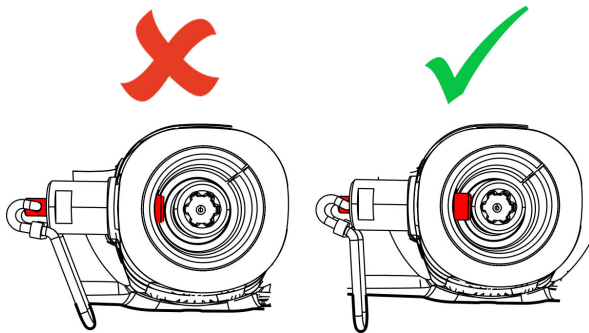

Abb. 44: Verriegelungshebel korrekt eingerastet
⇒ Der Bolzen (Abb. 44) rastet ein.
**4.** ▶ Anbaugerät oder die Maschine bewegen, bis der Bolzen (Abb. 44) sichtbar einrastet.